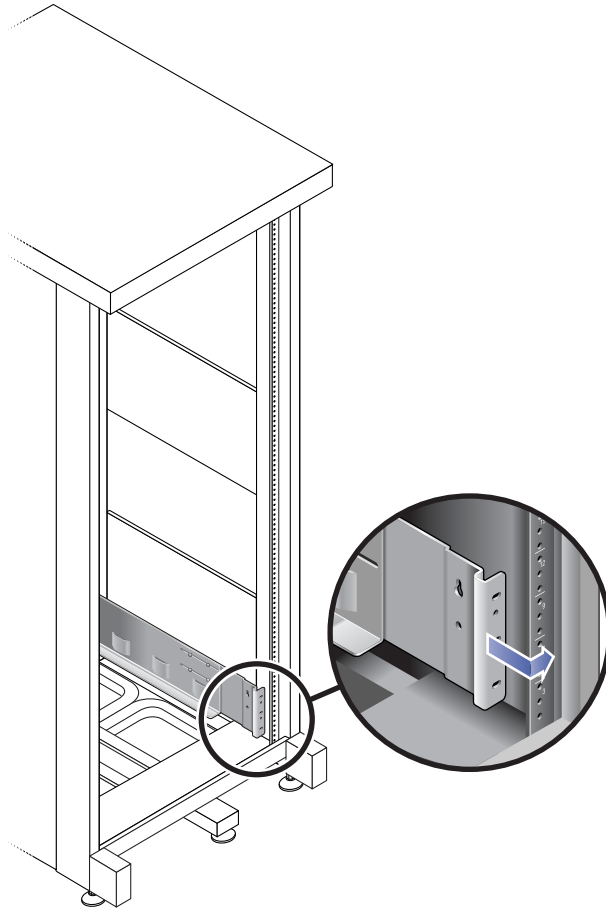

図 2-17 キャビネット背面での左側レールの長さ調節
- c. キヤビネット背面で、レールの長さをキャビネットに合わせて調節し、レールの縁をキャビネットレールの面にかぶせて設置します (図 2-17)。